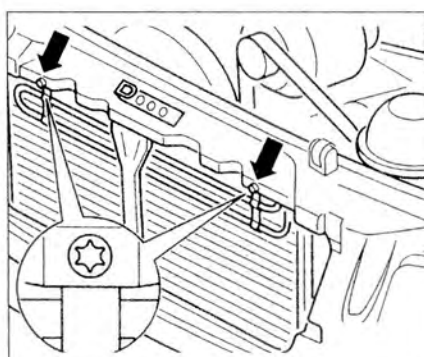

Рис. 4.4. Открутите болты (стрелки) и закрепите трубки рулевого механизма сбоку.
7. Открутите болты (стрелки) и закрепите трубки рулевого механизма сбоку (рис. 4.4).